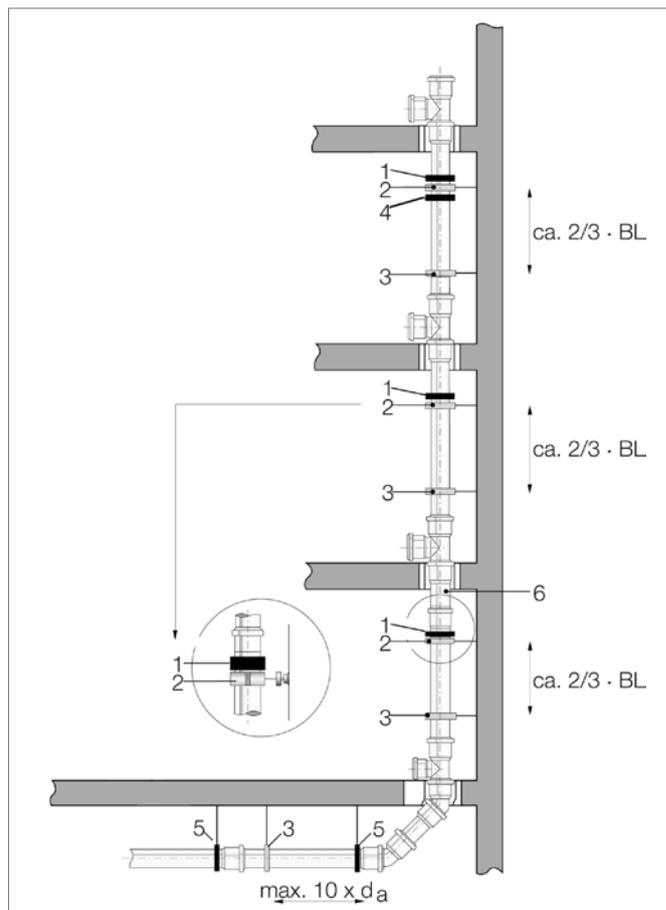

Abb. 8-1 Installationsschema Falleitung
Ein Schema zur rationellen Befestigung einer schalldämmenden Falleitung mit RAUPIANO PLUS ist grafisch dargestellt (siehe Abb. 8-1).
Werden Kurzlängen verwendet, müssen diese gemäß Abb. 8-1 installiert werden!
2. Fallrohr in bestehenden Aufstandsbogen (siehe Abb. 8-1, „Installationschema Falleitung“) einstecken und Führungsschelle schließen. Die Führungsschelle gestattet eine freie Längsbeweglichkeit des Abflussrohrs RAUPIANO PLUS.